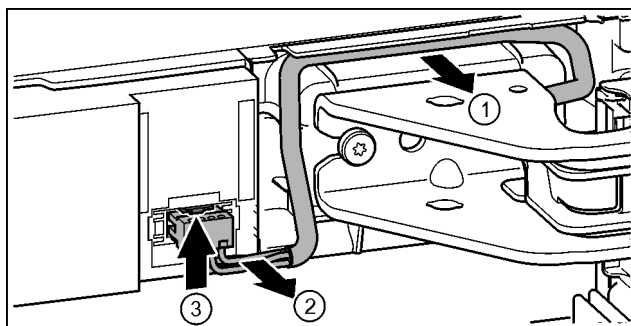

Fig. 18
► Kabel über Lagerbock vorsichtig aus der Führung lösen. Fig. 18 (1)
► Kabellitzen vorsichtig aus Kanal ziehen. Fig. 18 (2)
► Lasche nach oben drücken und Stecker vorsichtig herausziehen. Fig. 18 (3)